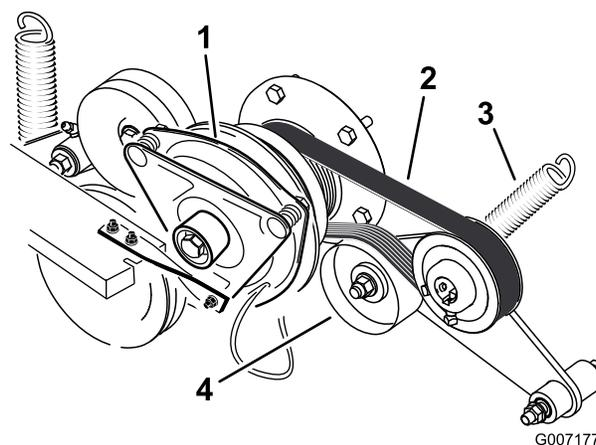

Figura 71
3. Togliete la molla di tensione dal braccio di rinvio (Figura 71).
4. Montate la nuova cinghia attorno alle pulegge del motore e della pompa idraulica (Figura 71).
6. Montate la molla sul braccio di rinvio (Figura 71).